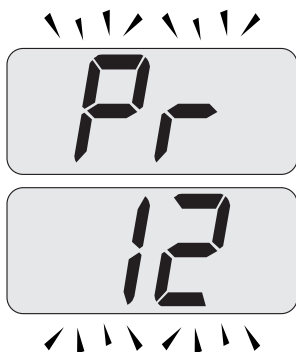

Figura 7.14
- Scorrere i vari parametri utilizzando i tasti 16 o 17 fino a far apparire sul display LCD le lettere **Pr** che si alternano con il codice **12**, indicanti l'entrata nel "parametro 12" (Figura 7.14).
- Premendo contemporaneamente i tasti 15 e 16 (Figura 7.12) si esce senza modificare il valore (ritorno alla lista parametri Figura 7.14)